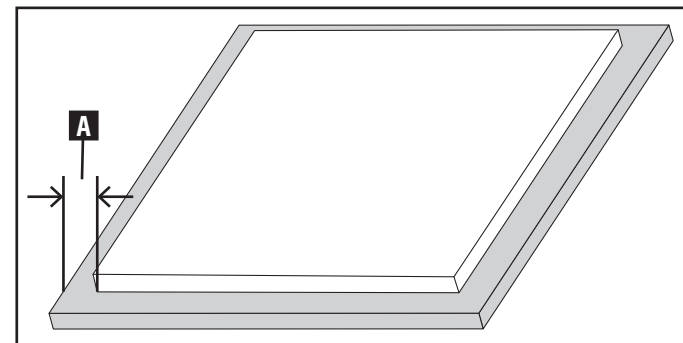
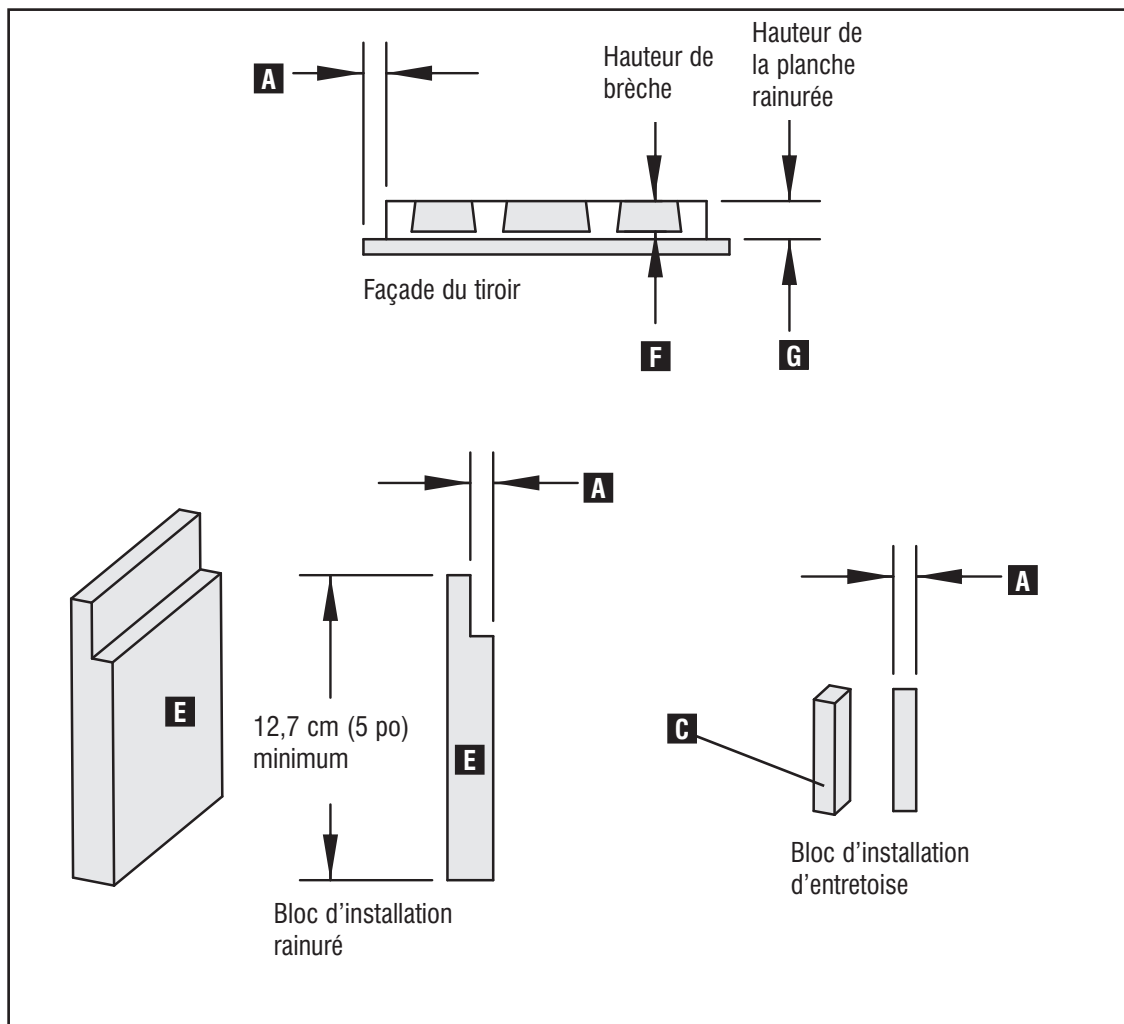

Fig. G2
Fig. G3
REMARQUE : les instructions dans ce chapitre prennent en compte que la largeur de votre rainure (A), Fig. G2, est la même sur les quatre côtés.
- Un bloc d'installation **rainuré** (E), Fig. G3, dans lequel (A), Fig. G3, est égal à votre largeur de rainure (A), Fig. G2.
- Un **bloc d'installation d'entretoises** (C), Fig. G3, qui est aussi large que (A), votre largeur rainurée.